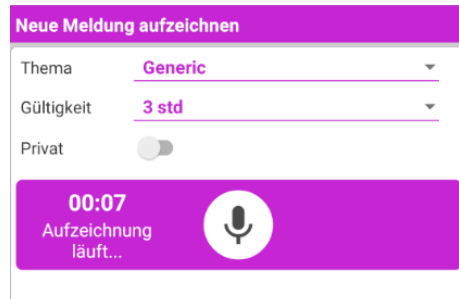

Abb. 100
- halten Sie die Schaltfläche  gedrückt, wie in Abb. 100 gezeigt wird: